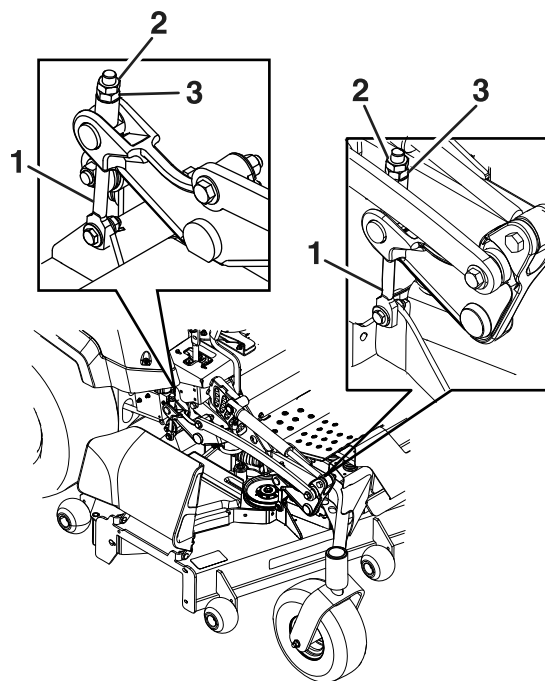

Figura 84
9. Gire la tuerca de ajuste del conjunto de elevación de la carcasa delantera para modificar la altura (**Figura 84**).